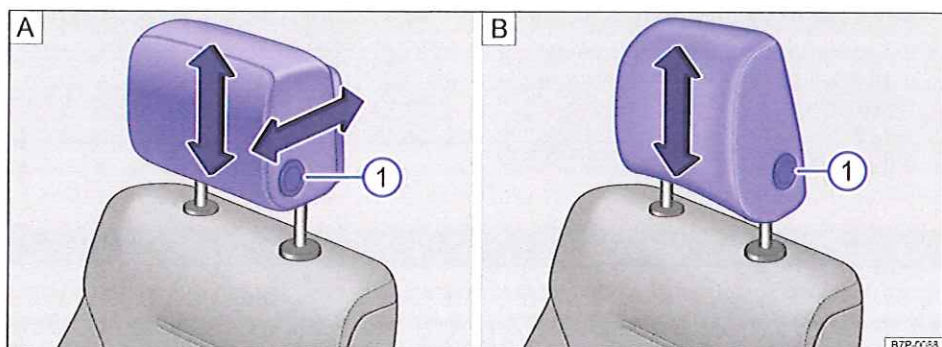
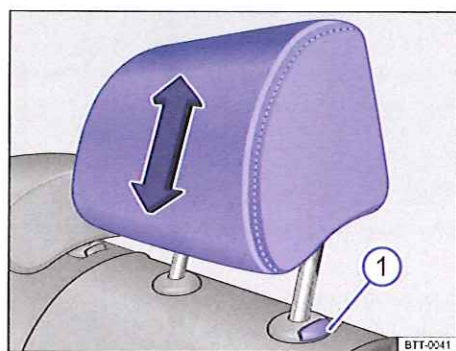

Fig. 60 Réglage de l'appuie-tête avant : **A** appuie-tête à réglage longitudinal et **B** appuie-tête sans réglage longitudinal
Fig. 61 Réglage de l'appuie-tête arrière
- Déplacez l'appuie-tête dans le sens de la flèche vers le haut ou, en maintenant la touche → fig. 60 ① ou → fig. 61 ① enfoncée, vers le bas → ⚠.
- Déplacez l'appuie-tête vers l'avant dans le sens de la flèche ou, en maintenant la touche → fig. 60 **A** ① enfoncée, vers l'arrière.